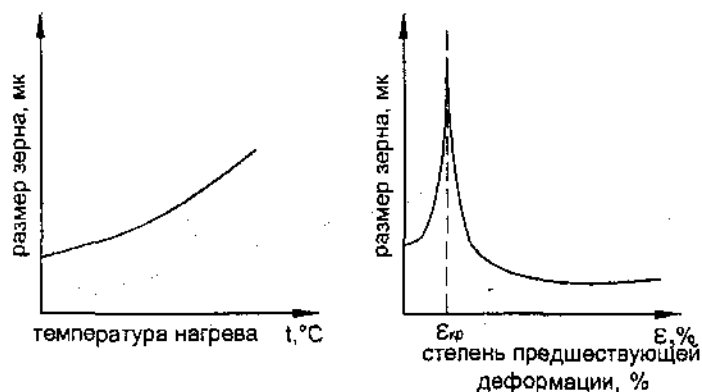

Рисунок 6.6 - Схема влияния температуры (а) и степени предварительной деформации (б) на величину рекристаллизационного зерна
- 1) температура нагрева после холодной пластической деформации (рисунок 6.6, а);
- 2) степень предварительной деформации (рисунок 6.6, б).
При критической степени деформации $\epsilon_{кр}$ (рисунок 6.6, б) величина зерна после рекристаллизационного отжига резко возрастает и может в несколько раз превышать размер исходного зерна. Поэтому в реальных условиях производства следует избегать малых степеней деформации (2-15 % для разных металлов).